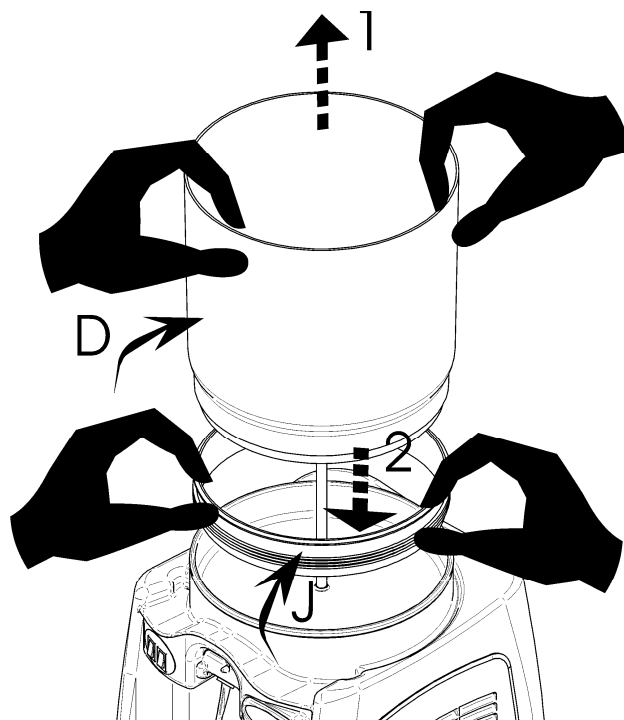

Figure 8
5°. -Extrairez le/les réservoir(s) (D) avec précaution en tirant (1) vers le haut (Fig.8).
6°. -Enlevez le(s) joint(s) de caoutchouc du/des réservoir(s), en tirant (2) vers le haut (Fig.8).